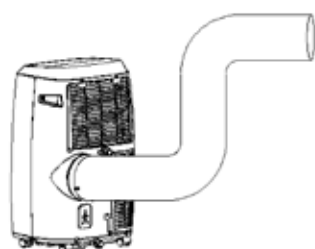

Fig. 6
- 3) Comme indiqué sur la Fig. 6, raccorder le tuyau d'évacuation (uniquement pour utiliser le modèle de chauffage) ;